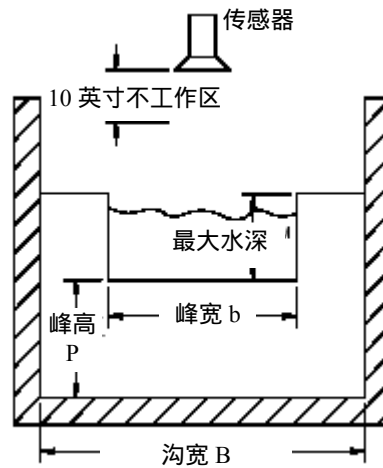
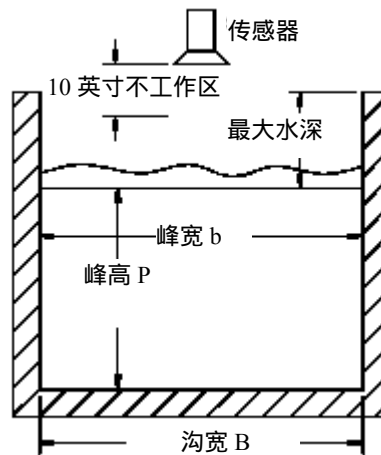

图3-4 矩形堰（底部收缩）尺寸设计
图3-5 矩形堰（底部不收缩）尺寸设计
**注意：**记入的对于所有标尺结构的最大水深，是指如图 3-2、图 3-3、图 3-4 或图 3-5 所示的峰顶高度。不要输入全部高度。
### 矩形堰 (见图 3-4 或图 3-5)
最后，输入一个标尺结构的 MAXIMUM DEPTH（最大水深）值以完成设置。这是峰顶高度的测量值，正如图 3-2，图 3-3，图 3-4，和图 3-5 所示。不要输入全部的水深值。